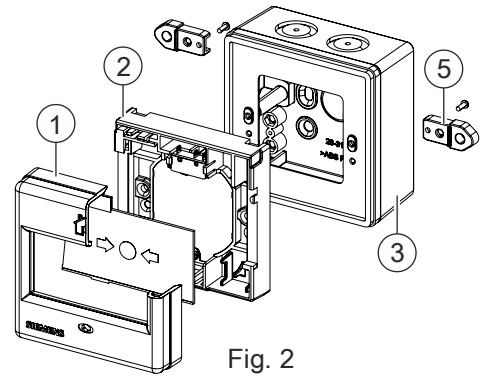

Fig. 2
The manual call point FDM226-xx (Fig. 2) consists of a housing cover (1), a switching unit (2), and a back box (3). A protective cover FDMC295 (accessories) can be installed for both manual call points to prevent unintentional alarm activation.
Der Handfeuermelder FDM226-xx (Fig. 2) besteht aus einem Gehäusedeckel (1), einem Schaltungseinsatz (2) und einem Gehäuseboden (3).